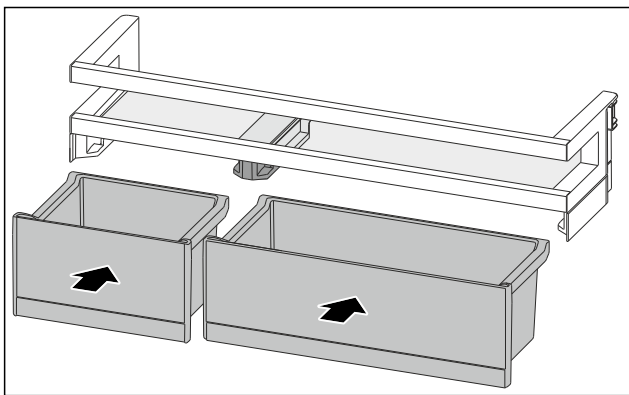

Fig. 98
- ▶ Установите ящики VarioBox, поменяв их расположение. (см. Fig. 98)